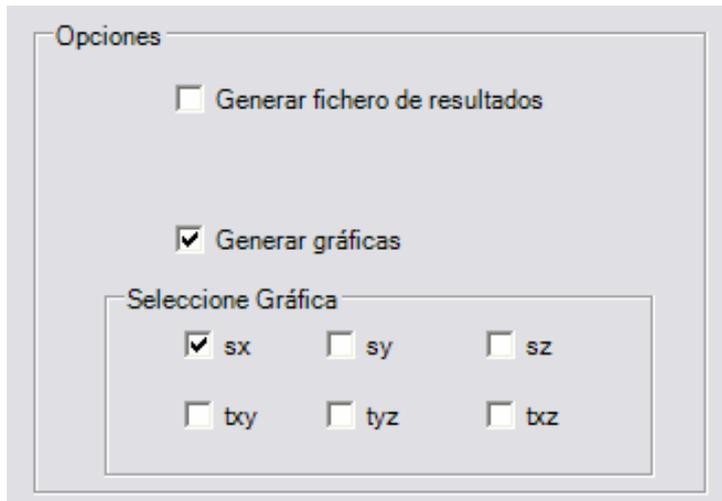

Figura 4.6: Opción “Generar gráficas”.
- Opciones: este apartado presenta dos opciones que además comprobará que posibilitan otras más. La opción “Generar fichero de resultados”, activada, hace que una vez calculadas las tensiones, se cree un fichero tabulado donde indique el usuario a través del formulario correspondiente; dicho fichero contiene los valores de las tensiones así como las coordenadas de cada valor. La otra opción, “Generar gráficas” permite al usuario definir, primero si quiere representar las tensiones, y segundo, cuáles son las que quiere ver, porque no todas proporcionan la misma información. La figura 4.6 muestra el detalle de las diferentes opciones.